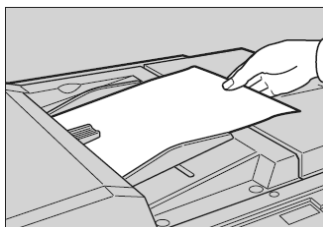
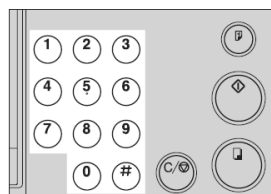

图 5-14 将原稿正面朝下放入送稿器
图 5-15 数字键
- ① 将原稿正面朝下放入送稿器中，如图 5-14 所示。调整原稿侧导向板使之与原稿尺寸相匹配，并按【制版】键。注意，一次只能放置一张原稿。
② 按【试印】键并检查试印件上的图像浓度和图像位置。如果图像位置不正确，可按【图像位置】键进行调整；如果图像浓度偏深或偏浅，可按【图像浓度】键调整图像浓度。
③ 用数字键输入所需的印刷数量，数字键如图 5-15 所示。若要更改已输入的数字，请按【清除/停止】键，然后输入新数字。